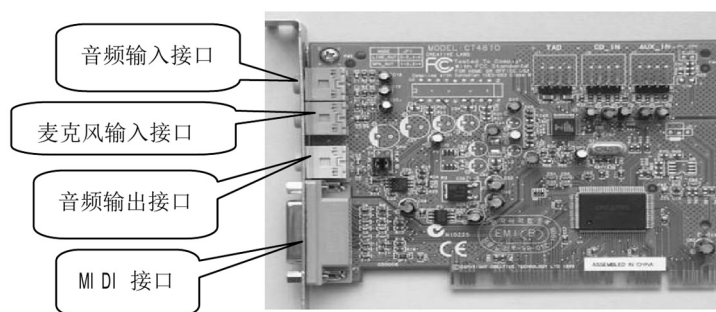

图 1-1-14 双声道声卡的输入/输出接口
① PCI 接口的声卡结构
d. 输入/输出接口:在声卡的挡板上有一排输入/输出接口,用来连接放音、录音设备,如图 1-1-14 所示。